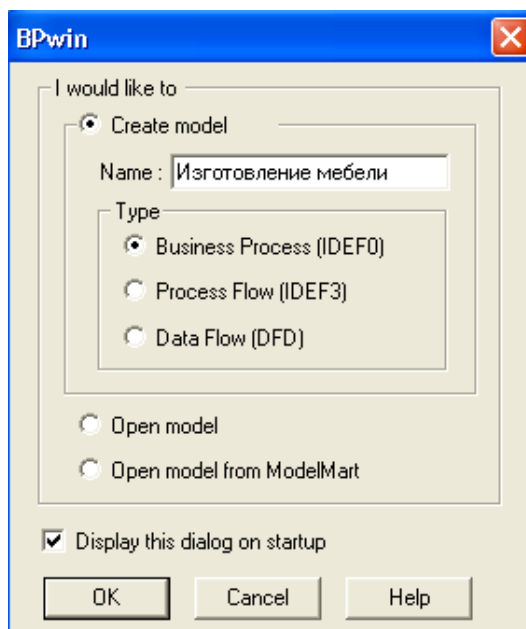

Рис. 1.2. Диалоговое окно создания модели
4. Из группы **Type** выберите тип диаграммы **Business Process (IDEF0)** (рис. 1.2.).